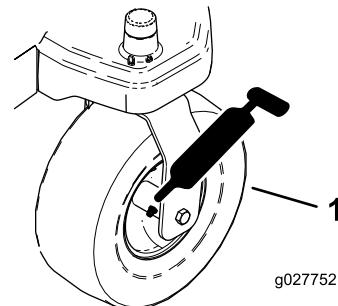
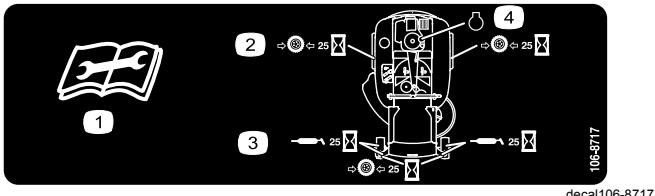

Figura 37
Figura 38
3. Limpe os encaixes de lubrificação (Figura 37 e Figura 38) com um trapo.
5. Ligue uma pistola de lubrificação ao encaixe (Figura 37 e Figura 38).